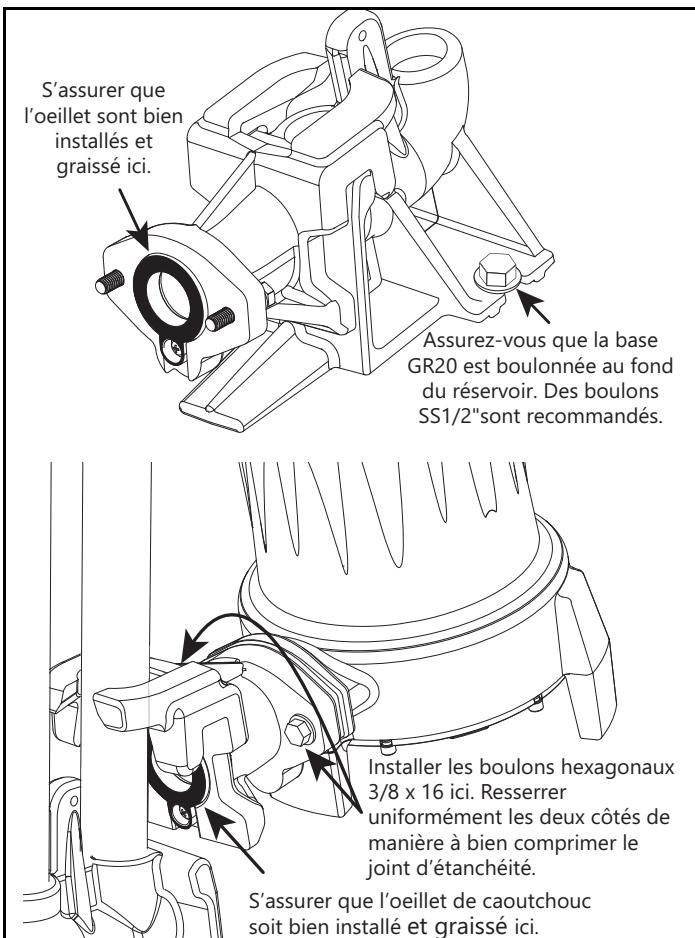
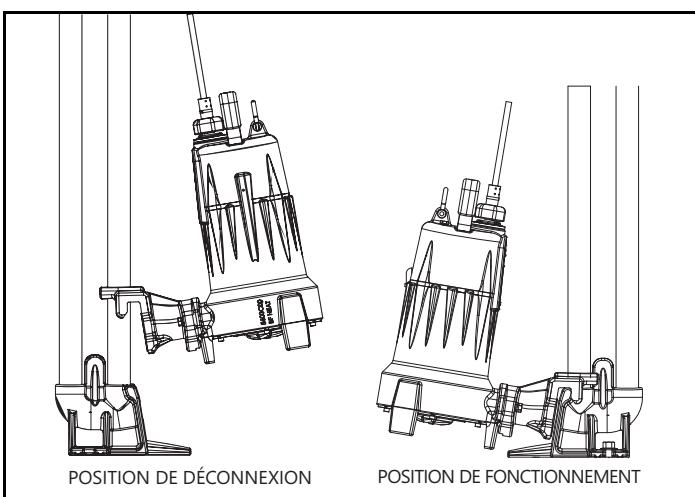

Figure 2. Conseils d'installation
Figure 3. Modes de fonctionnement
G. Assemblage du rail-guide GR20: L'ensemble à débranchement rapide GR20 fourni avec le système du broyeur est conçu pour faciliter l'installation et le retrait de la pompe. S'assurer que l'installation est faite conformément aux Figure 2 et Figure 3.